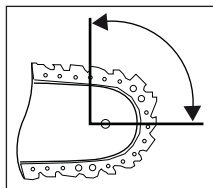

Fig. 1
- În anumite situații, contactul cu vârful șinelor poate duce la o reacție neașteptată, orientată în spate, în cadrul căreia lama **16** este proiectată în sus și în direcția utilizatorului (a se vedea fig. 1).